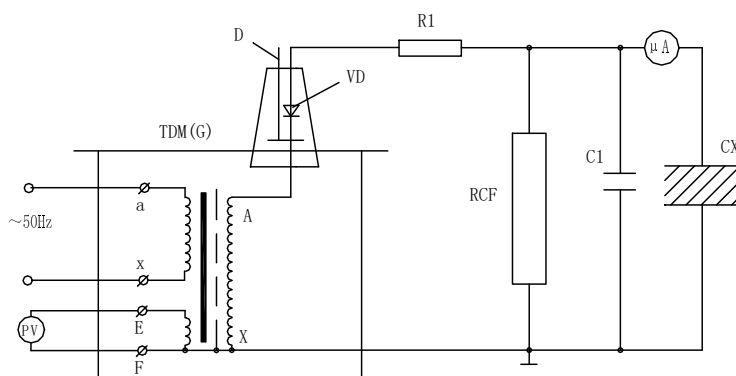

图 7：高压直流泄漏试验接线图
2、 TDM (G) 工频交流耐压试验成套装置在做被试品的直流耐压或泄漏试验时接线原理图如图 7。
注：此试验应先抽出短路杆 “D”，图 7 中所示。